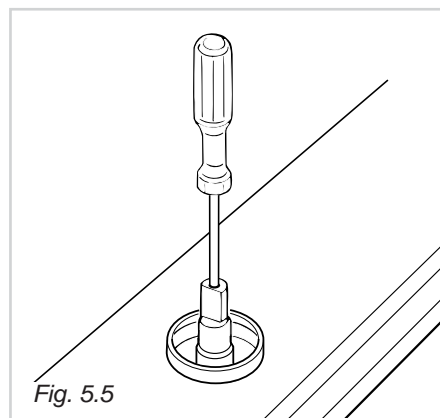

Fig. 5.5
**Per i rubinetti con vite di regolazione all'interno dell'asta (fig. 5.5):**